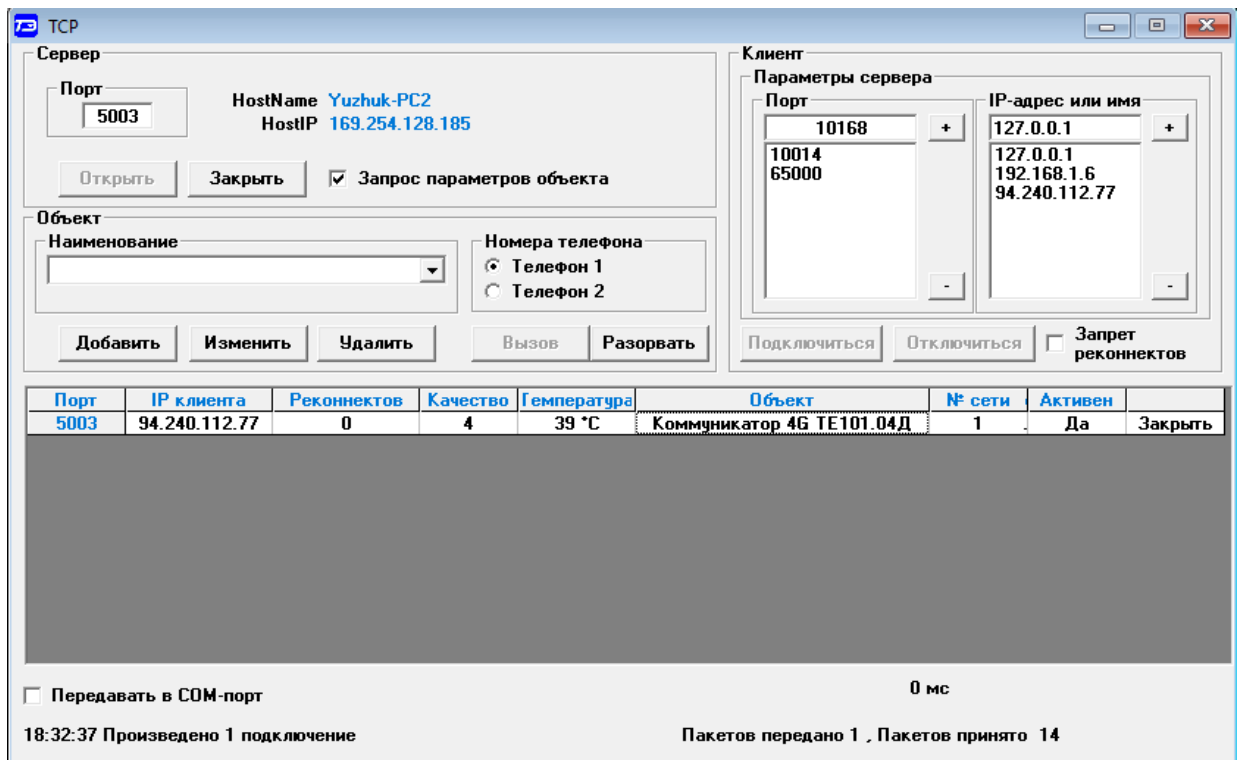

Рисунок 23 – Форма «ТСП»
6.2.6.3 Ввести параметры вызова объекта в форме «ТСП» (рисунок 23). Нажать кнопку «Добавить» в группе элементов «Объект» и ввести параметры объекта: